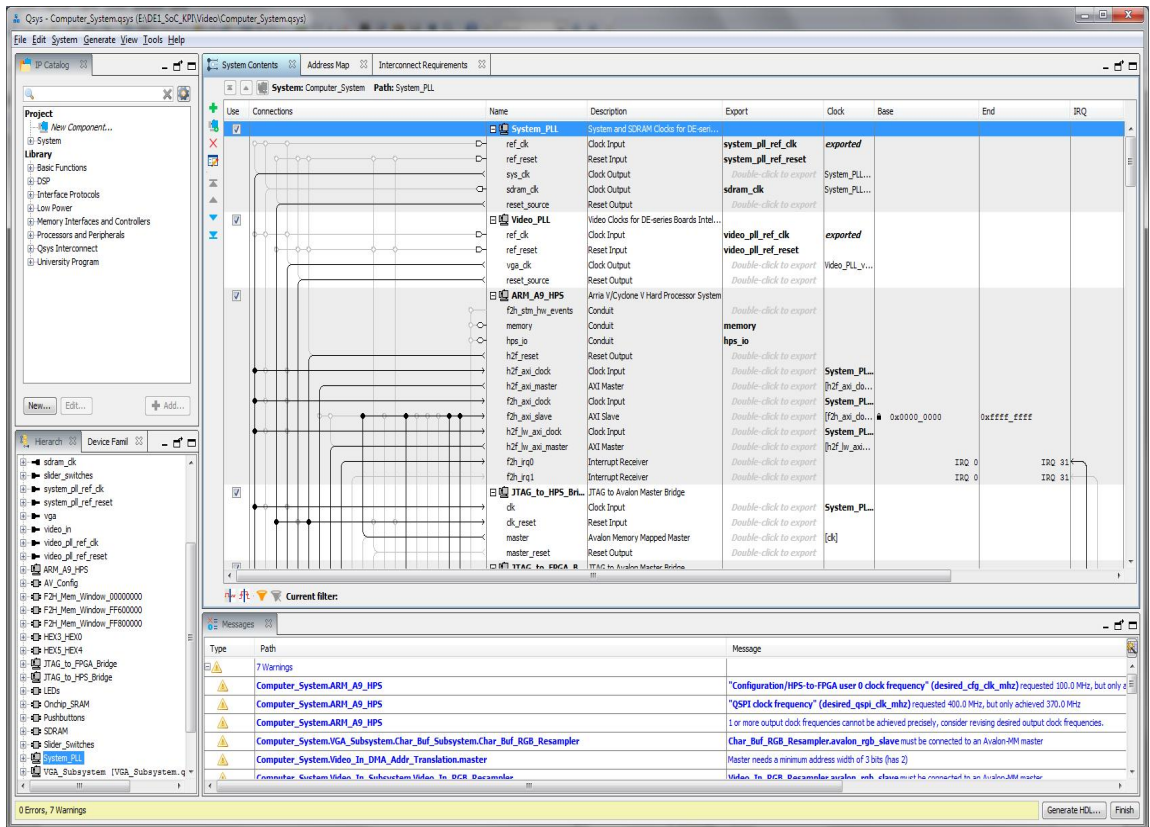

Рис. 72. Налаштування системи для обробки відеосигналу
4. В обраній системі залишаємо лише ті компоненти, які використовуються при обробці відеосигналу (рис. 72 - 76).